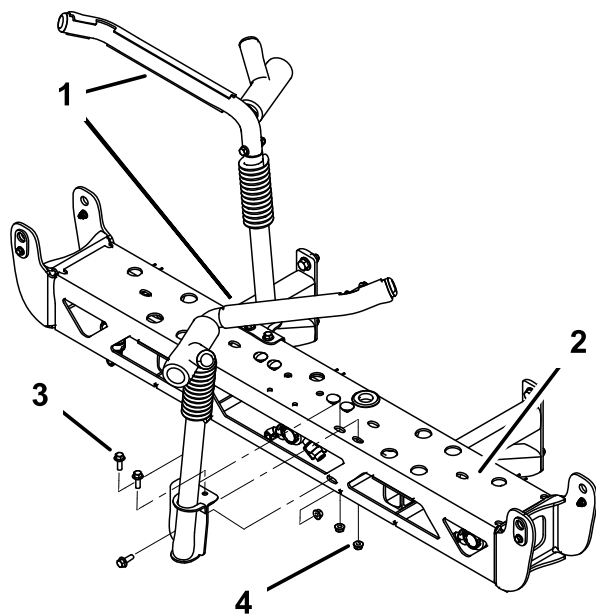

Figura 27
2. Monte as cavidades de transporte das rampas na rampa central utilizando 6 parafusos (3/8 x 1-1/4 polegadas) e 6 porcas de bloqueio (3/8 polegada). Oriente-as conforme ilustrado em Figura 27.